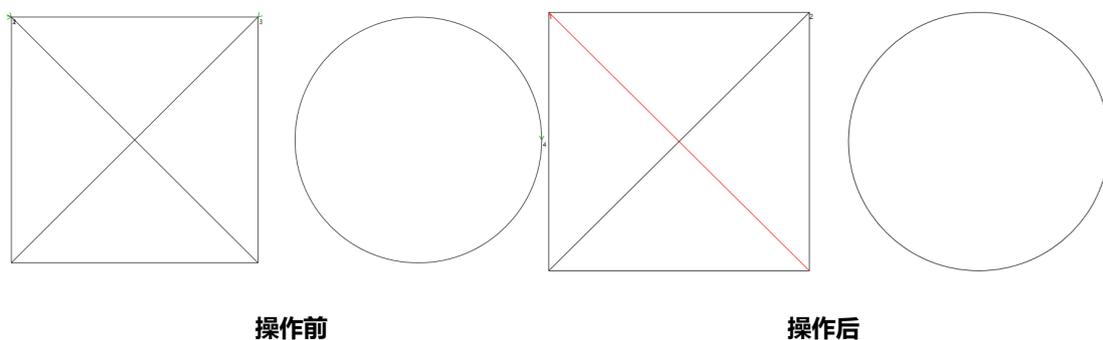

图 5.3.14c 变图层操作示意
②选择新图层，点击“确认”按键后，选中的图形就会变为图层 2 的第一个图形，相对的图形颜色发生改变。操作示意如下图 5.3.14c 所示。